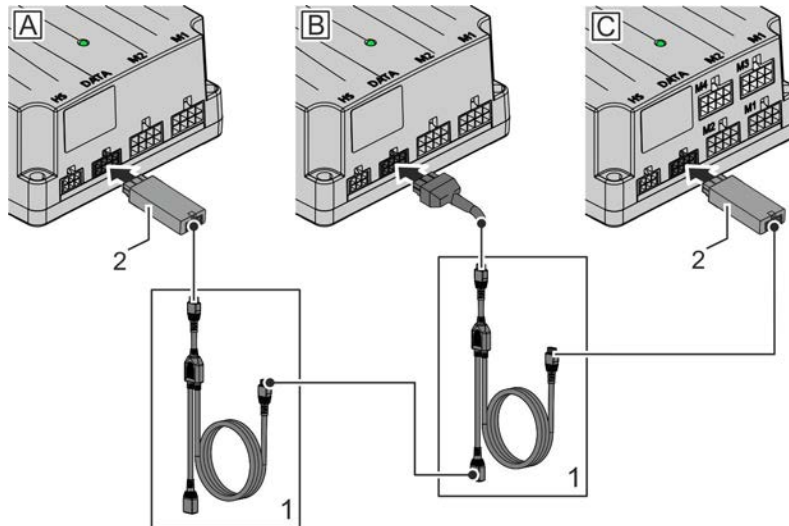

Abbildung 26 - Mehr als 2 Steuerungen anschließen
2. BUS-Kabel (Abbildung 26, Positionsnummer 1) und Abschlusswiderstände (Abbildung 26, Positionsnummer 2) in die DATA-Schnittstellen der Steuerungen (Abbildung 26/A - C) stecken.
Sicherstellen, dass der Abschlusswiderstand (Abbildung 26/2) dabei direkt an der DATA-Schnittstelle der ersten (Abbildung 26/A, Master) und der letzten (Abbildung 26/C, Slave) Steuerung angeschlossen ist.